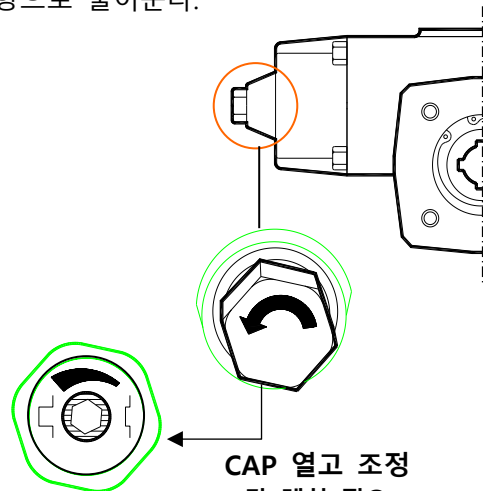

Figure 3.6 [F/C Stroke Limiter]
- 2) MHPWS-QNN 를 계속 Close 시켜도 밸브가 Full Close 되지 않을 때에는 MHPWS-QNN 를 약간 Open 시킨 후에 **Figure 3.6** 과 같이 유압실린더의 Close 방향 Plug Cap 을 열고, Stroke Limiter 를 반 시계 방향으로 풀어준다.